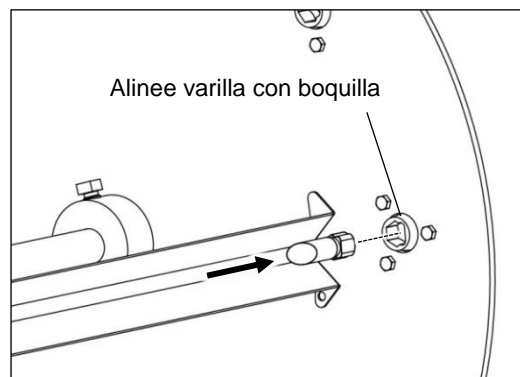

Figura 4-7
2. Alinee el otro extremo del pincho con la boquilla correspondiente y empújelo hasta que quede en su lugar (Ver la Figura 4-7).